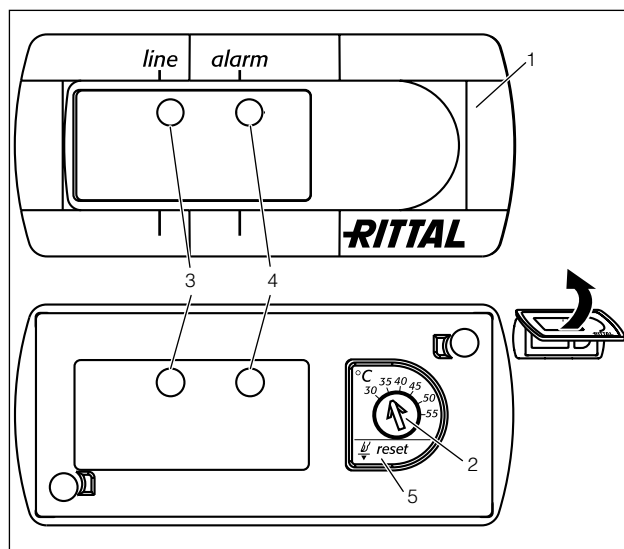

Imagen 36: Controlador básico
- Ajuste la temperatura teórica deseada en el dispositivo (imagen 36, página 23).
- Presione la tecla reset (imagen 36, nº 5) durante como mín. 3 segundos.